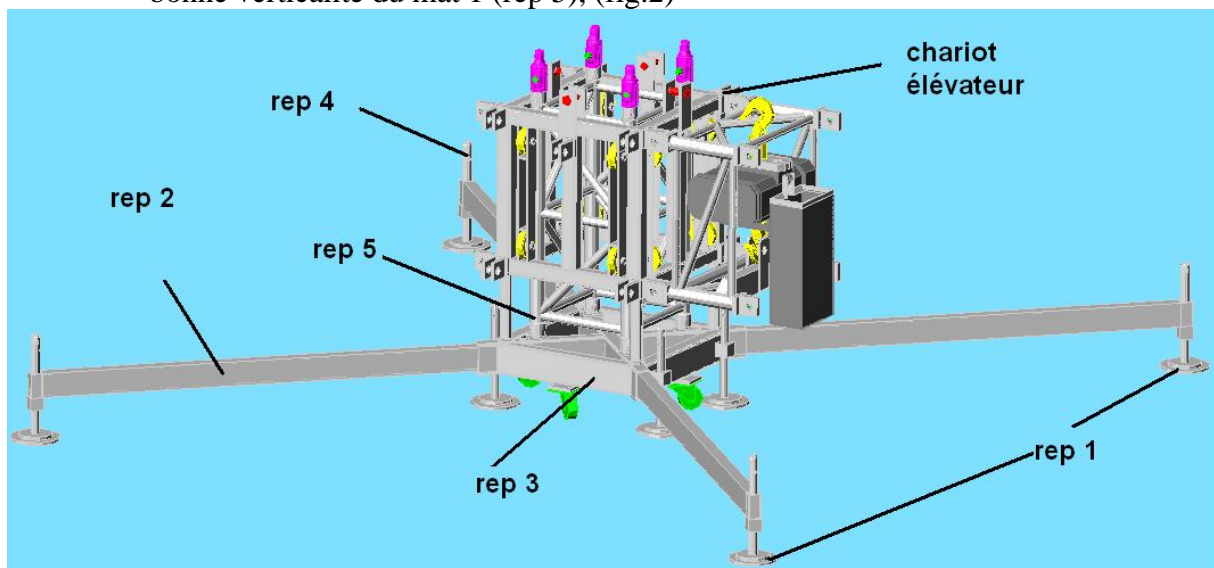

fig.2
- a) Stabiliser les 4 pieds à l'aide de vérins de stabilisation (rep 4), et ainsi obtenir une bonne verticalité du mât 1 (rep 5), (fig.2)